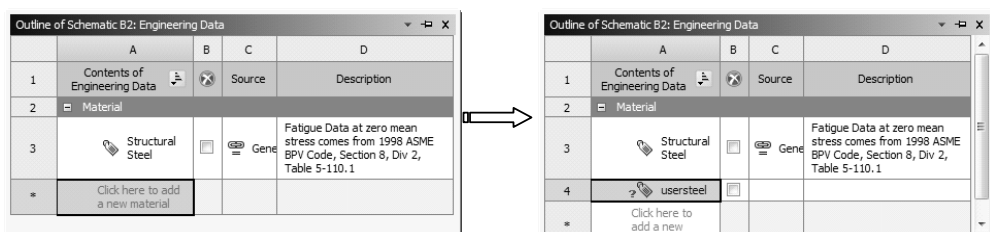

图 7-17 输入用户材料名称
2) 在【Outline of Schematic B2: Engineering Data (工程数据)】窗口中单击【Click here to add a new material】选项，在空白处输入材料名称 usersteel，如图 7-17 所示。